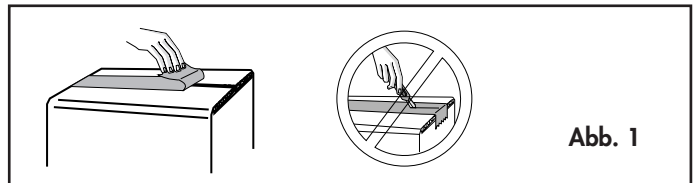

Abb. 1
**a** Das Becken aus seinem Karton nehmen. Je nach seinem Gewicht, lassen Sie sich helfen. Niemals das Becken auf dem Boden schleifen, sei er vorbereitet oder nicht. Niemals ein Messer verwenden um den Karton zu öffnen, **Abb. 1**. Bewahren Sie den Karton auf.